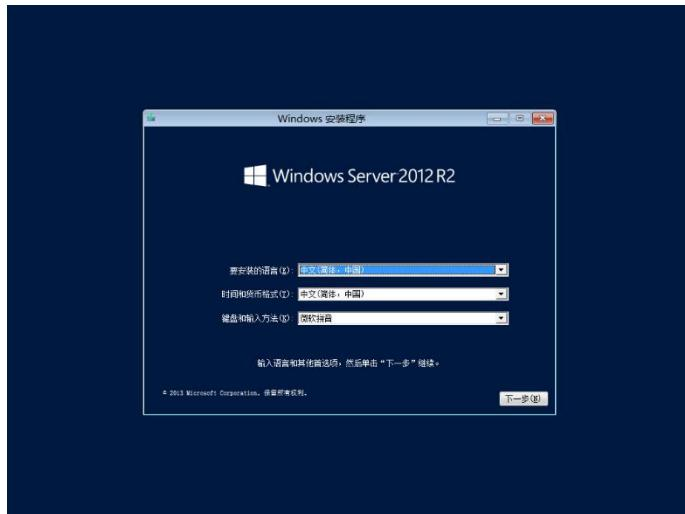

图 6-22
- d. 加载系统文件完成后，进入 Windows 安装的语言、时间/货币格式及键盘和输入法的设置。如图 6-22 所示。